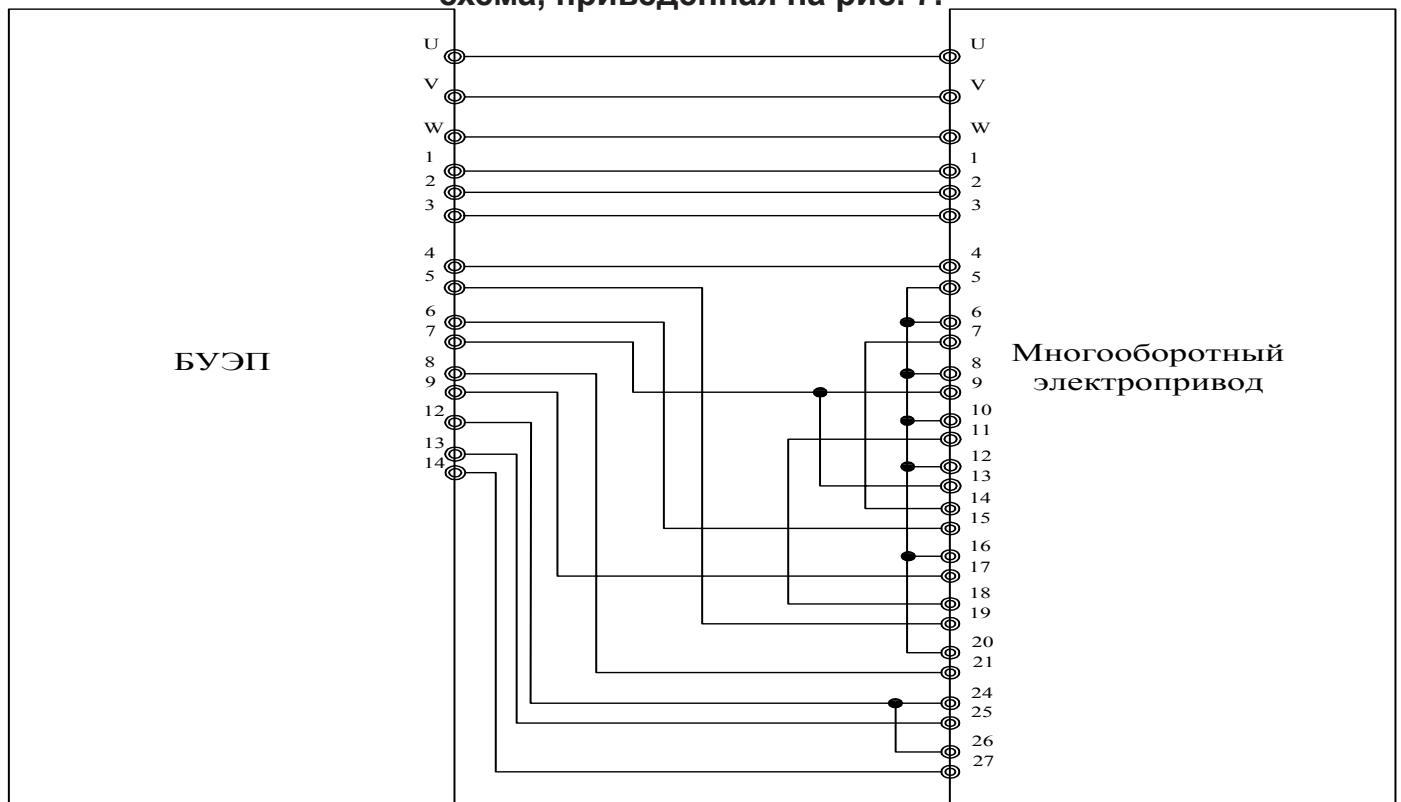

Рис. 7 Блок-схема подключения БУЭП к электроприводу (для электросхемы на рис.6.1; 6.2)
**В случае использования для дистанционного управления электроприводом серии ГЗ блока БУЭП (производства “ГЗ ЭЛЕКТРОПРИВОД”) применяется схема, приведенная на рис. 7.**